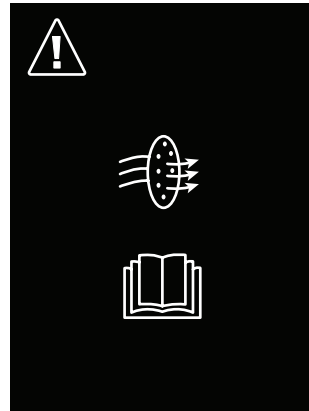

Fig. 14: Comprobación del filtro
- ! Para garantizar un rendimiento óptimo del sensor y una larga vida útil, debe sustituirse el filtro cuando esté visiblemente sucio o cuando aparezca la pantalla de comprobación del filtro (consulte la Fig. 14).
Una vez el temporizador interno ha registrado aproximadamente 30 horas de uso, aparece la pantalla de comprobación del filtro de sensor después del encendido (consulte la Fig. 14).